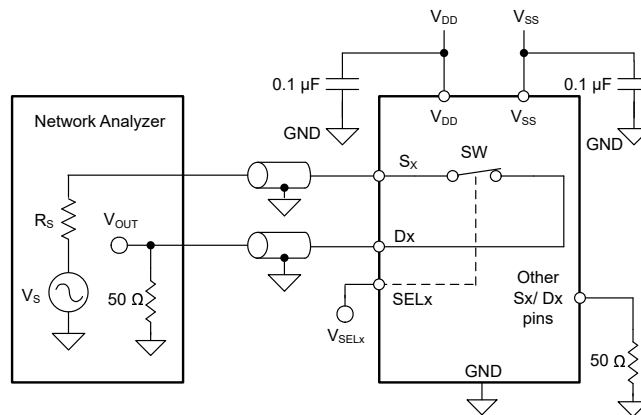

图 7-8. 带宽测量设置
带宽 (BW) 定义为当输入施加到导通通道的源极引脚 (Sx)，并且在漏极引脚 (Dx) 上测量输出时，衰减小于 3dB 的频率范围。图 7-8 和 方程式 3 展示了用于测量开关带宽的设置。